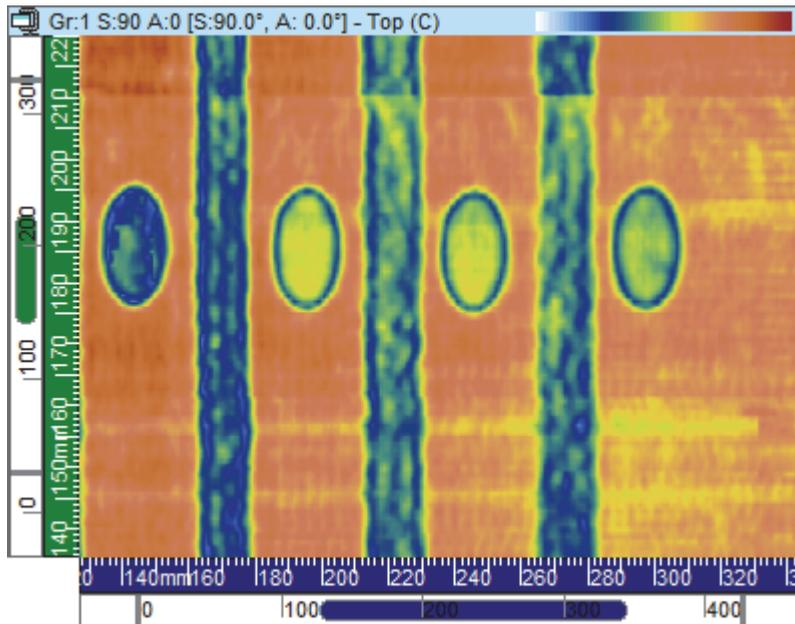

Figura 3-23 Esempio della vista superiore (C)
La vista superiore (C) [vedi Figura 3-23 a pagina 86] è una rappresentazione grafica bidimensionale dei dati registrati visualizzati come una vista superiore del pezzo da ispezionare. Uno degli assi è l'asse di scansione mentre l'altro è l'asse dell'indice. La posizione dei dati visualizzati è legata alle posizioni dell'encoder nel momento dell'acquisizione. Il colore, in una data posizione dell'immagine proiettata, corrisponde all'ampiezza massima in questa posizione come rilevata nell'intervallo determinato dalla profondità reale.